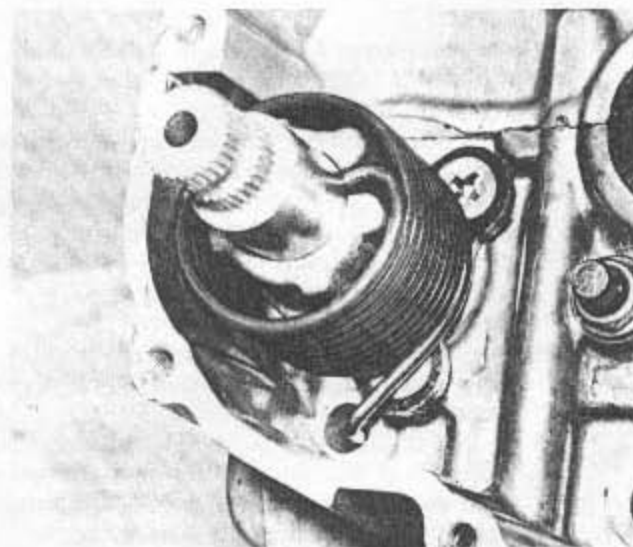

Bild 104
- Die Federführung wird bis zum Anschlag aufgeschoben (Bild 104). Die äussere Kante der Führung sollte ungefähr bündig zur äussersten Federwicklung stehen.